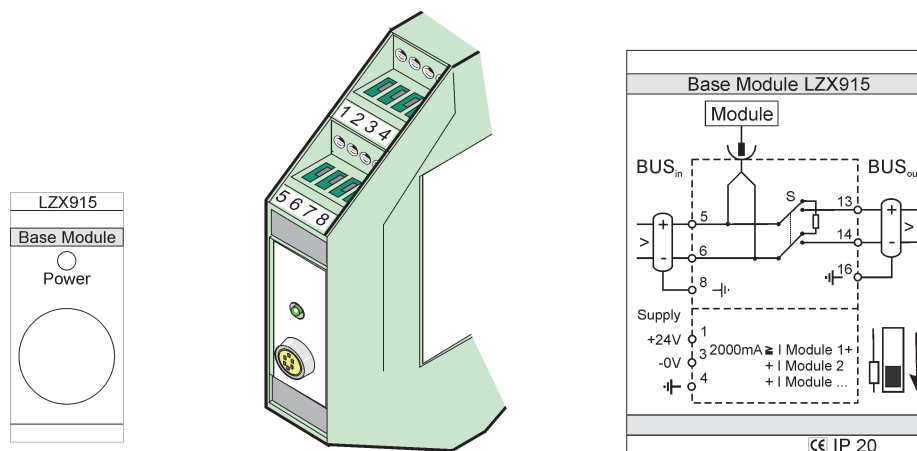

Figura 76 Módulo base externo
4. Efectue as ligações conforme mostrado na Figura 76 e Tabela 49.